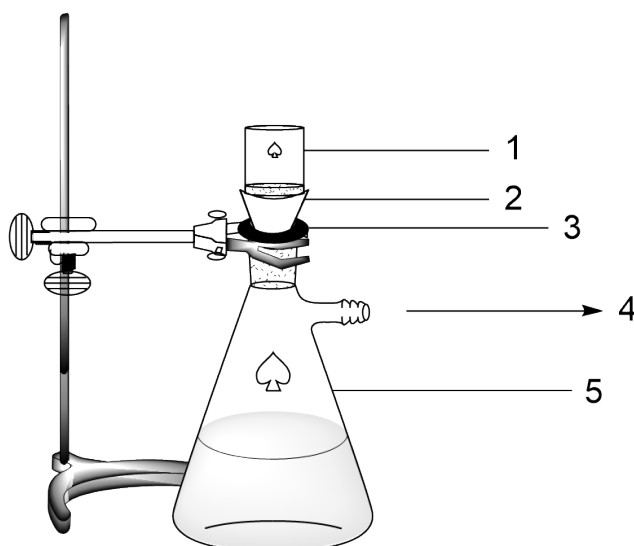

図 4: 1 = りつぽ型ガラスフィルター, 2 = 円錐形ゴムパッキン, 3 = ゴム製保護カバー, 4 = 真空系に接続, 5 = 吸引瓶
13. 吸引瓶をスタンドにクランプで固定し、ゴム製保護カバーの上に円錐形ゴムパッキンが乗っていることを確認せよ (図 4)。